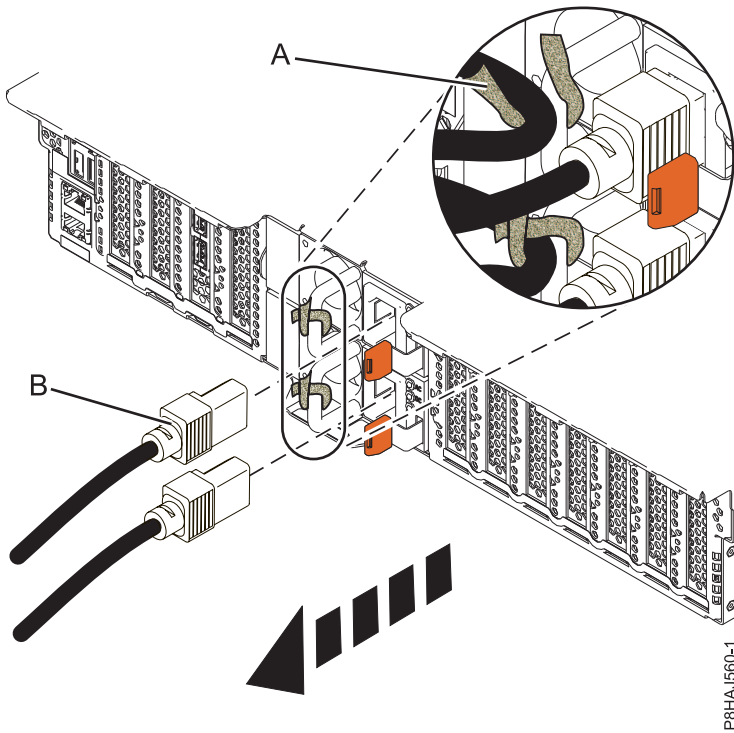
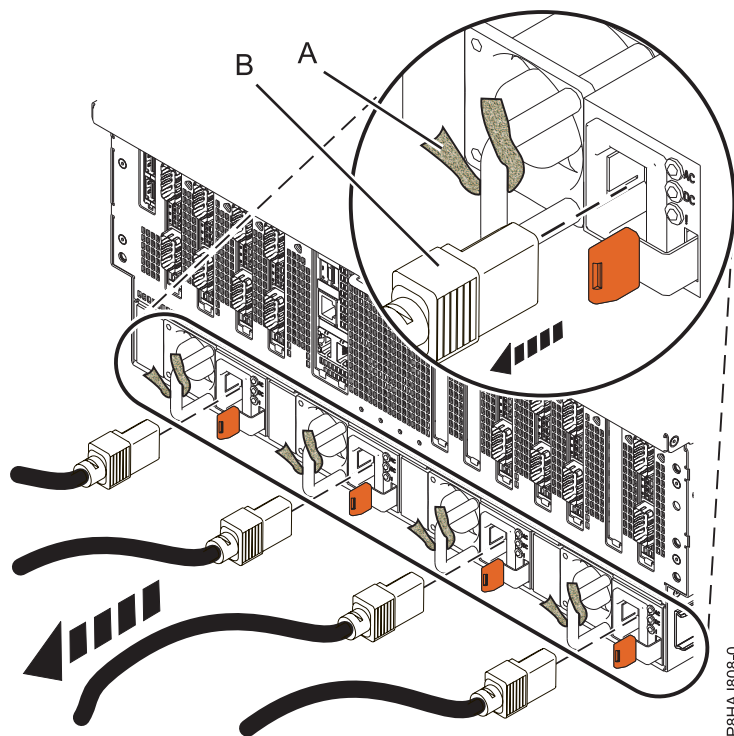

Figure 42. Retrait des cordons d'alimentation d'un système 5148-21L, 5148-22L, 8247-21L, 8247-22L, 8284-21A ou 8284-22A
Figure 43. Retrait des cordons d'alimentation d'un système 8408-44E ou 8408-E8E
3. Débranchez les cordons d'alimentation (**B**) de l'unité centrale. Voir les figures figure 41, à la page 56, figure 42, à la page 56 ou figure 43, à la page 57 selon le type de votre système.